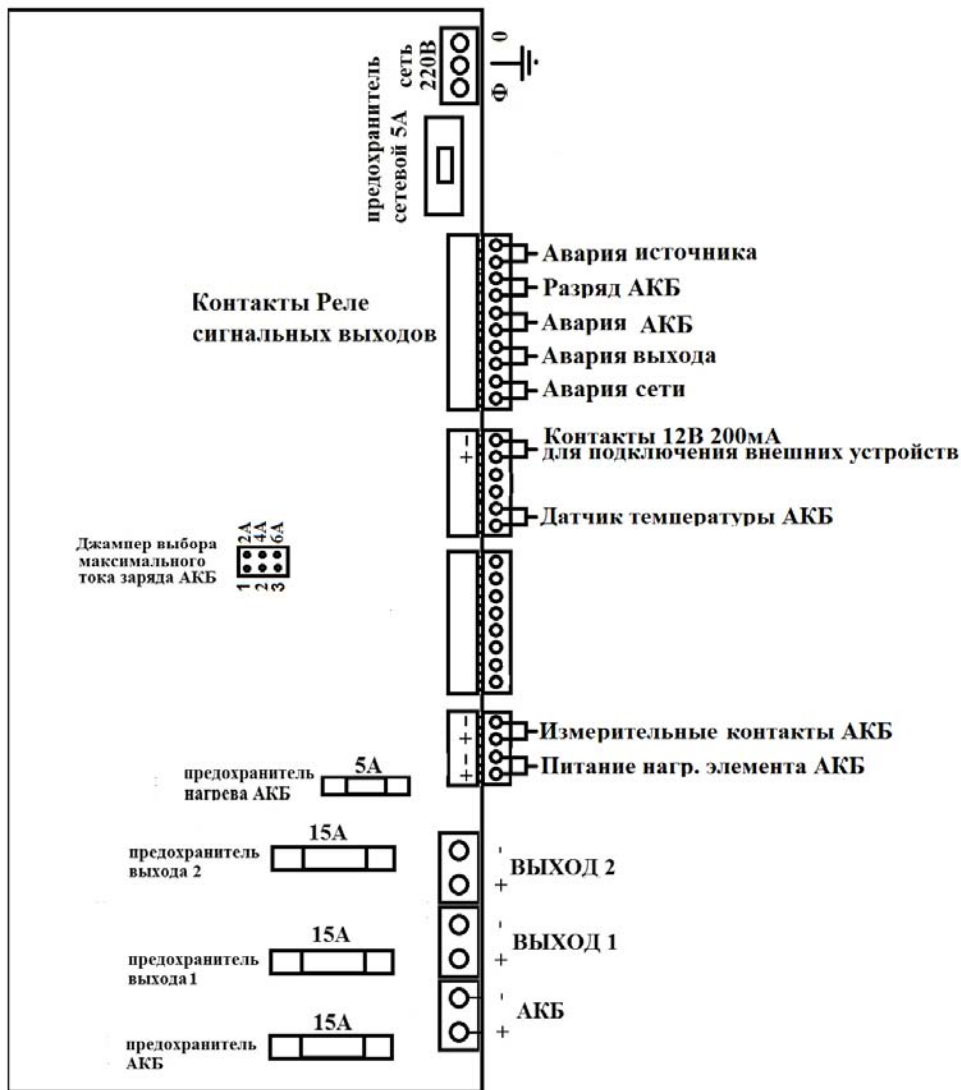

Рисунок 2. Органы управления и коммутации.
Изделие обеспечивает ограничение тока заряда АКБ. Выбор одного из трёх значений ограничения тока заряда АКБ осуществляется установкой/удалением соответствующей перемычки типа «джампер» (см. рисунок 2) в соответствии с рекомендациями таблицы 2.
- подключить, соблюдая фазировку, сетевые провода и провод заземления к соответствующим контактам сетевой колодки (см. рисунок 2);